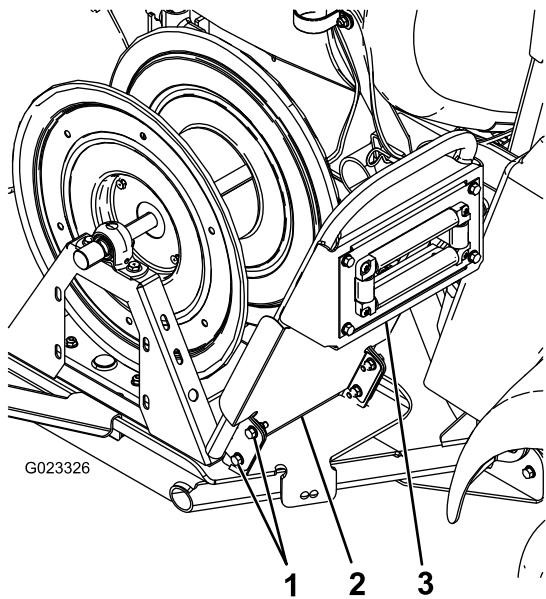

图 11
5. 用 4 个螺栓 5/16 英寸将手柄松松地安装到转盘上图 11。
6. 使用在第 5 步安装的螺栓和 4 个凸缘螺母 5/16 英寸将挡泥板和手柄连接到转盘上 图 11。